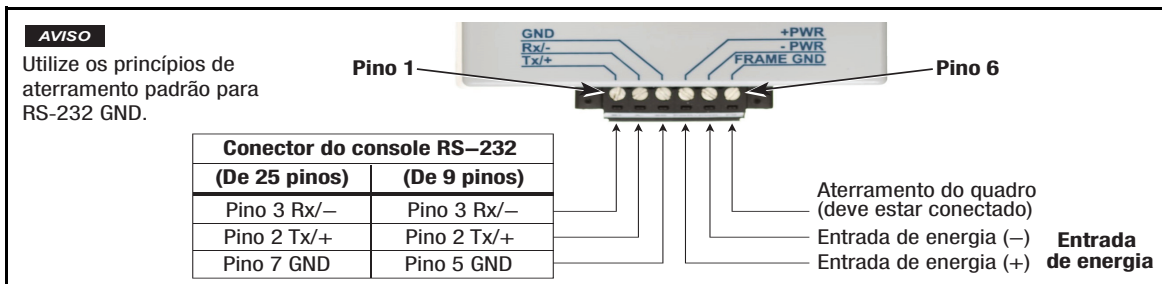

Figura 6. Entradas de energia e RS-232 do ATG QuickServer
- Pinos de 1 a 3 estão disponíveis para entrada do ATG Veeder-Root (consulte a Figura 6).
Após verificar a fonte de alimentação, e com o aterramento do quadro conectado conforme mostrado na Figura 6, ligue o QuickServer.